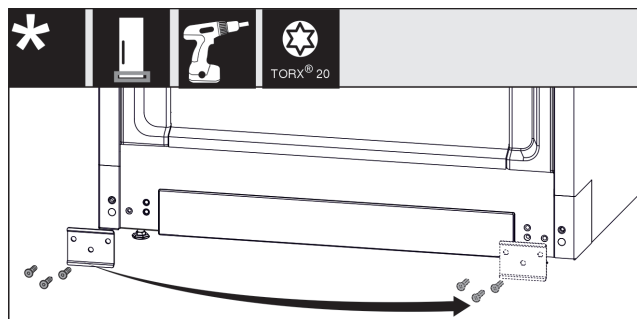

Fig. 10
- ▶ Svitare la lamiera, spostarla sull'altro lato e riavvitarla. *Fig. 10 (1)*